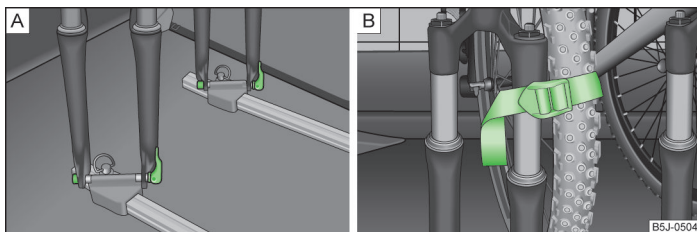

Fig. 59 Montar la bicicleta/ejemplo de fijación de la rueda delantera
- Colocar la horquilla de la bicicleta sobre el eje de fijación y apretarla mediante el tensor rápido » fig. 59 - **A**.
- Es mejor colocar la rueda delantera desmontada entre la biela del pedal izquierdo y el marco de la bicicleta, y fijarla mediante una correa a la horquilla delantera » fig. 59 - **B** o bien a uno de los elementos de sujeción.